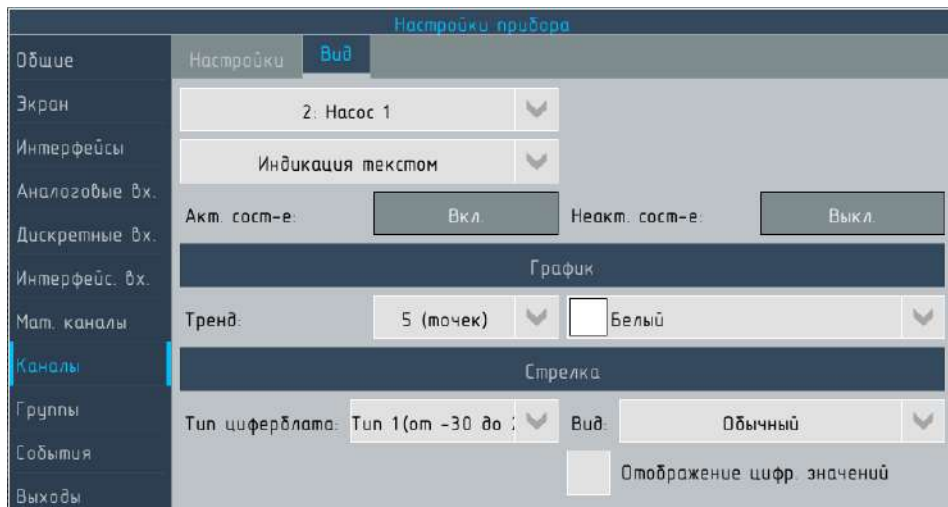

Рисунок 6.66 – Настройки прибора. Раздел "Каналы", вкладка "Вид", настройки вида канала с аргументом "Лог.вход" или "Событие", индикация текстом
На вкладке отсутствуют элементы для настройки шкалы – для **"гистограммы"** и **"стрелочного прибора"** они строятся автоматически от 0 до 1, для **"графика"** шкала настраивается на вкладке **"Настройки"**, см 6.9.1.2. выпадающий список для выбора настраиваемого режима отображения (см. 6.9.4) отсутствует – все параметры, доступные для настройки вида в режимах **"График"** и **"Стрелка"** доступны непосредственно на вкладке, а для режима **"Гистограмма"** такие параметры не предусмотрены см. рисунок 6.66. Метки на шкале (см. 6.9.4.4) так же недоступны.
- ▶ **"Индикация текстом"** – значение канала выводится в виде текста (до 12 символов) для каждого из двух состояний. Для ввода текста ниже списка выводятся два поля для ввода текста, см. рисунок 6.66.